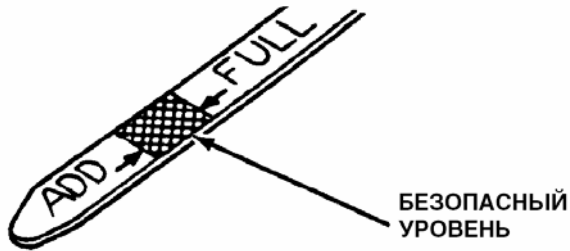

Рис. 2.1
- 3) Проверьте уровень масла в двигателе и долейте при необходимости, чтобы уровень находился на отметке FULL. Обратитесь к руководству по эксплуатации двигателя для получения рекомендаций по маслу. См. рис. 2.1.